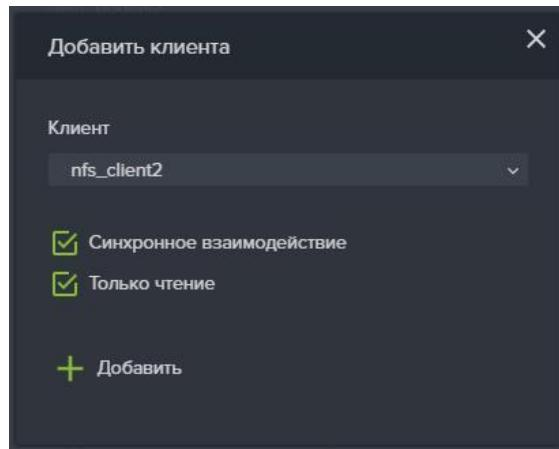

Рисунок 79. Добавление NFS клиента
9. В области «Клиенты» нажать на кнопку «Добавить», откроется окно «Добавить клиента» (см. Рисунок 79).